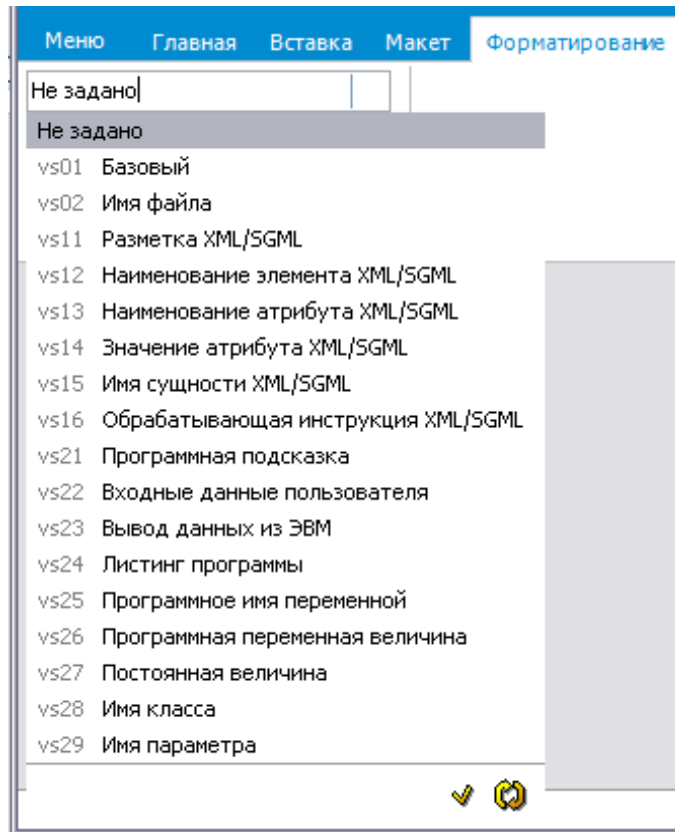

Рисунок 302
3) В раскрывающемся списке стилей выберите стиль (рисунок 302). Возможен контекстный поиск по идентификатору элемента справочника с клавиатуры.